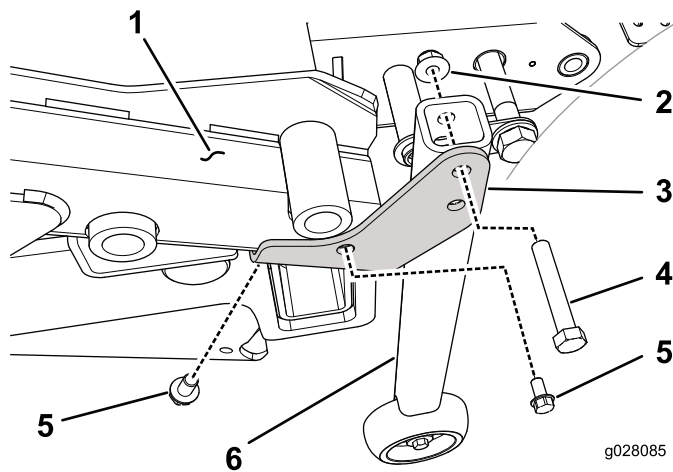

Figura 33
3. Sui trattorini con numero di serie superiore a 313000001, montate una staffa di conversione (destra o sinistra) sulla parte inferiore dell'angolo posteriore appropriato del telaio del piatto con una vite autofilettante da 3/8 x 5/8 poll. (Figura 33).
4. Montate il gruppo di supporto del tubo verticale sulla staffa di conversione (destra o sinistra) su ciascun angolo del telaio del piatto con una vite (3/8 x 2-1/4 poll.) e un dado flangiato (3/8 poll.) (Figura 33).